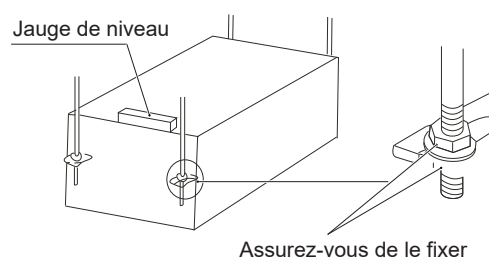

Fig.5-7
3. Utilisez la jauge de niveau pour confirmer l'horizontalité de l'unité. (Évitez toute inclinaison vers le côté non drainé ; une légère inclinaison vers le côté drainage est préférable) Voir Fig.5-7.